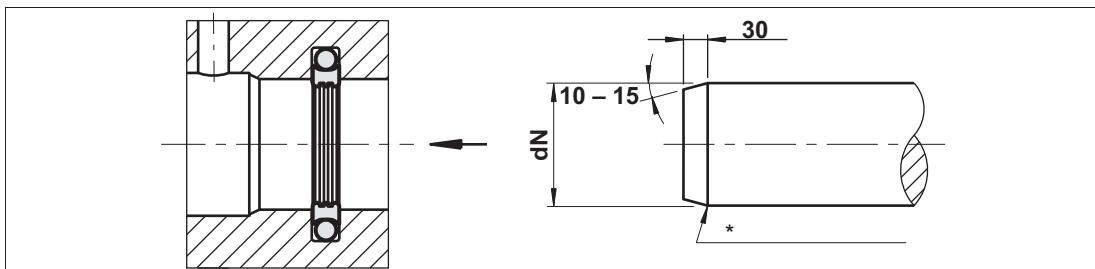

Рис. 5. Калибровка уплотнительного кольца
- Калибровочный бойк из пластика, см. рис. 5
6. Откалибровать уплотнение подходящим калибровочным бойком, см. рис. 5.